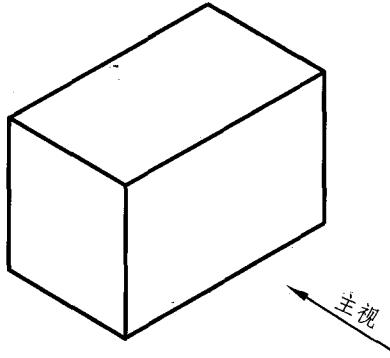

图 1-17
- (1)选择反映物体形状特征最明显的方向作为主视图的投影方向,如图 1-17 选择 60×40 面作为主视图投影方向；